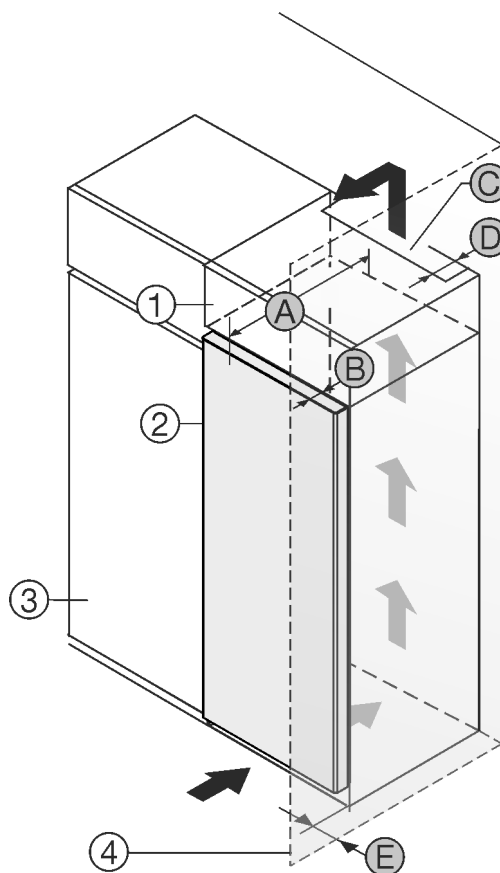

Fig. 1
- (1) Dulap suspendat \*
- (2) Aparat \*
- (3) Dulap de bucătărie \*
- (4) Perete \*
- (A) Adâncime aparat \*
- (B) Adâncime ușă \*
- (C) Secțiune ventilație \*
- (D) Distanță la partea posterioară a aparatului \*
- (E) Distanță la partea aparatului \*
Puteți amplasa aparatul direct lângă dulapul de bucătărie Fig. 1 (3).\*
În partea din spate a dulapului suspendat trebuie să existe o fantă de aerisire cu grosimea Fig. 1 (D) pe toată lățimea dulapului suspendat.\*
Sub tavanul încăperii trebuie să fie respectată secțiunea de ventilație Fig. 1 (C).\*
Atunci când montați aparatul cu balamalele lângă un perete Fig. 1 (4), distanța dintre aparat și perete trebuie să fie de minim 13 mm.\*
Astfel încât să puteți deschide complet ușa, aparatul trebuie să fie proeminent cu cel puțin adâncimea ușii Fig. 1 (B) față de suprafața frontală a dulapului de bucătărie. În funcție de adâncimea dulapurilor de bucătărie Fig. 1 (3) și utilizarea distanțierelor de perete, aparatul poate ieși mai mult în afară.\*